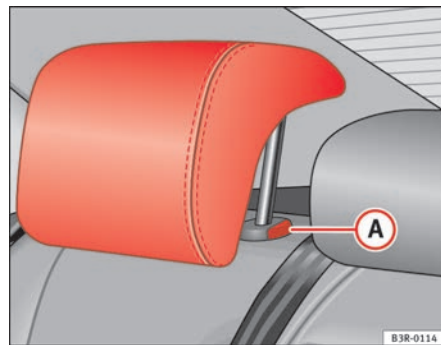

Fig. 113 Sedili posteriori esterni: Poggiatesta
- Premere il pulsante **(A)** ⇒ fig. 113 e abbassare il poggiatesta.
- Premere il tasto **(A)** ⇒ fig. 113) ed estrarre contemporaneamente il poggiatesta.